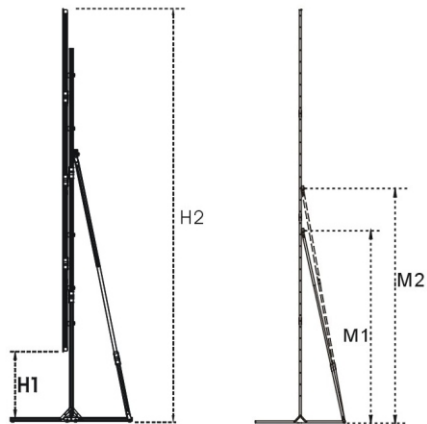

Fig. 22
10. Wenn der Rahmen wieder aufgestellt ist, klappen Sie die nach vorne zeigenden Füße der Beine aus. Die Montage ist nun beendet und die Leinwand steht stabil auf einem ebenen Untergrund. (Fig. 22)